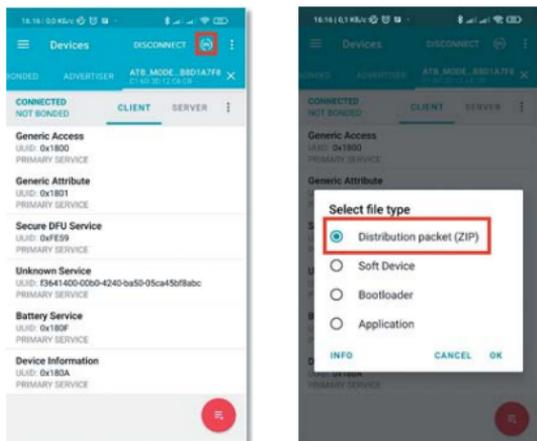

Рисунок 8 – Окно выбора типа файла обновления ПО в приложении «nRF Connect»
3) нажать кнопку «DFU» в верхнем правом углу окна приложения для обновления ПО (см. рисунок 8А));